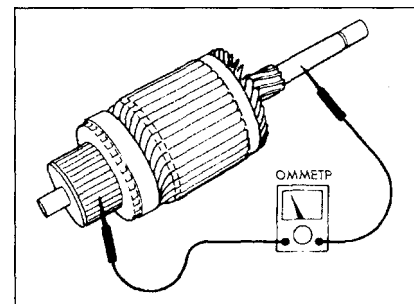

Рис. 10-25.
2. Проверьте изоляцию между каждым коммутатором и валом (рис. 10-25). Если есть проводимость — замените якорь.